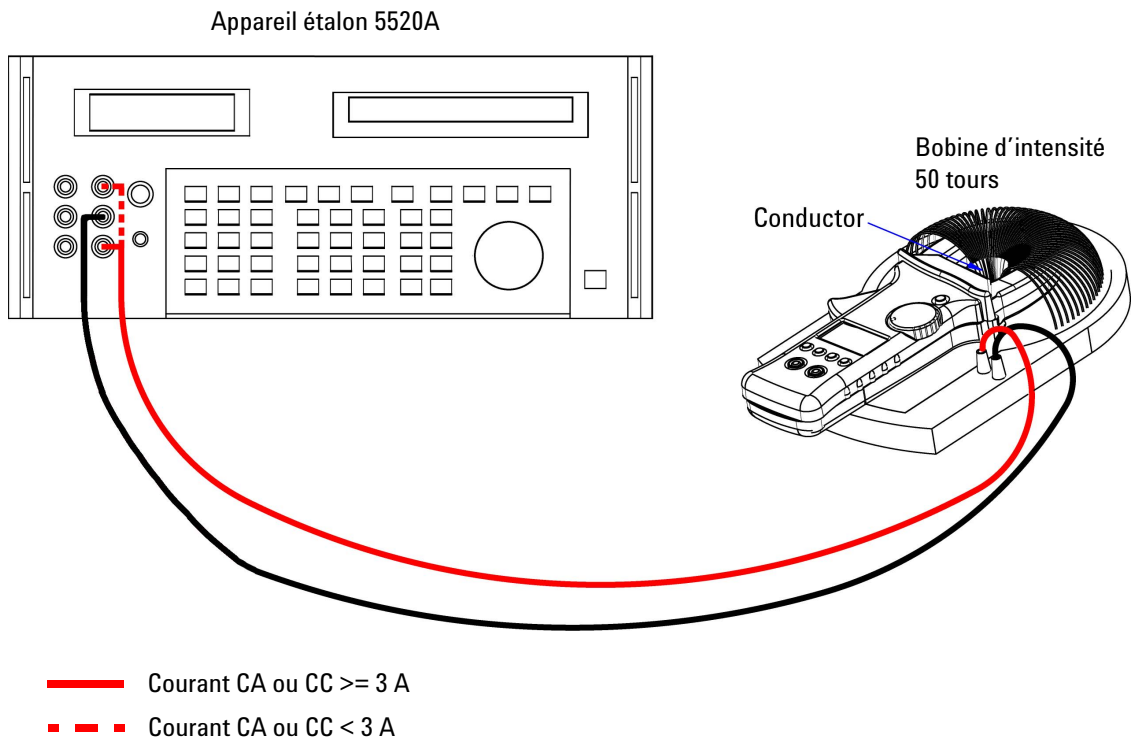

Figure 6-2 Configuration du test de vérification des performances de courant
- 1 Placez la pince ampèremétrique sur une bobine d'intensité 50 tours, conformément à la Figure 6-2, « Configuration du test de vérification des performances de courant » à la page 78.